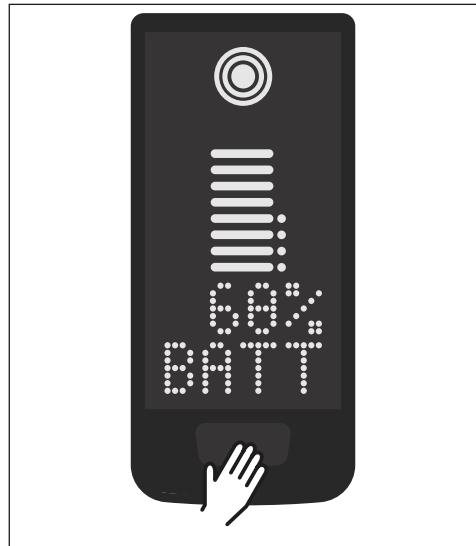

Fig. 3: Bedieningstoets op het Display
- Schakel de aandrijving in door **kort** op de bedieningsknop op het Display te drukken (zie Fig. 3).
- Schakel de aandrijving uit door **lang** te drukken (>3 s) op de bedieningsknop op het Display (zie Fig. 3).